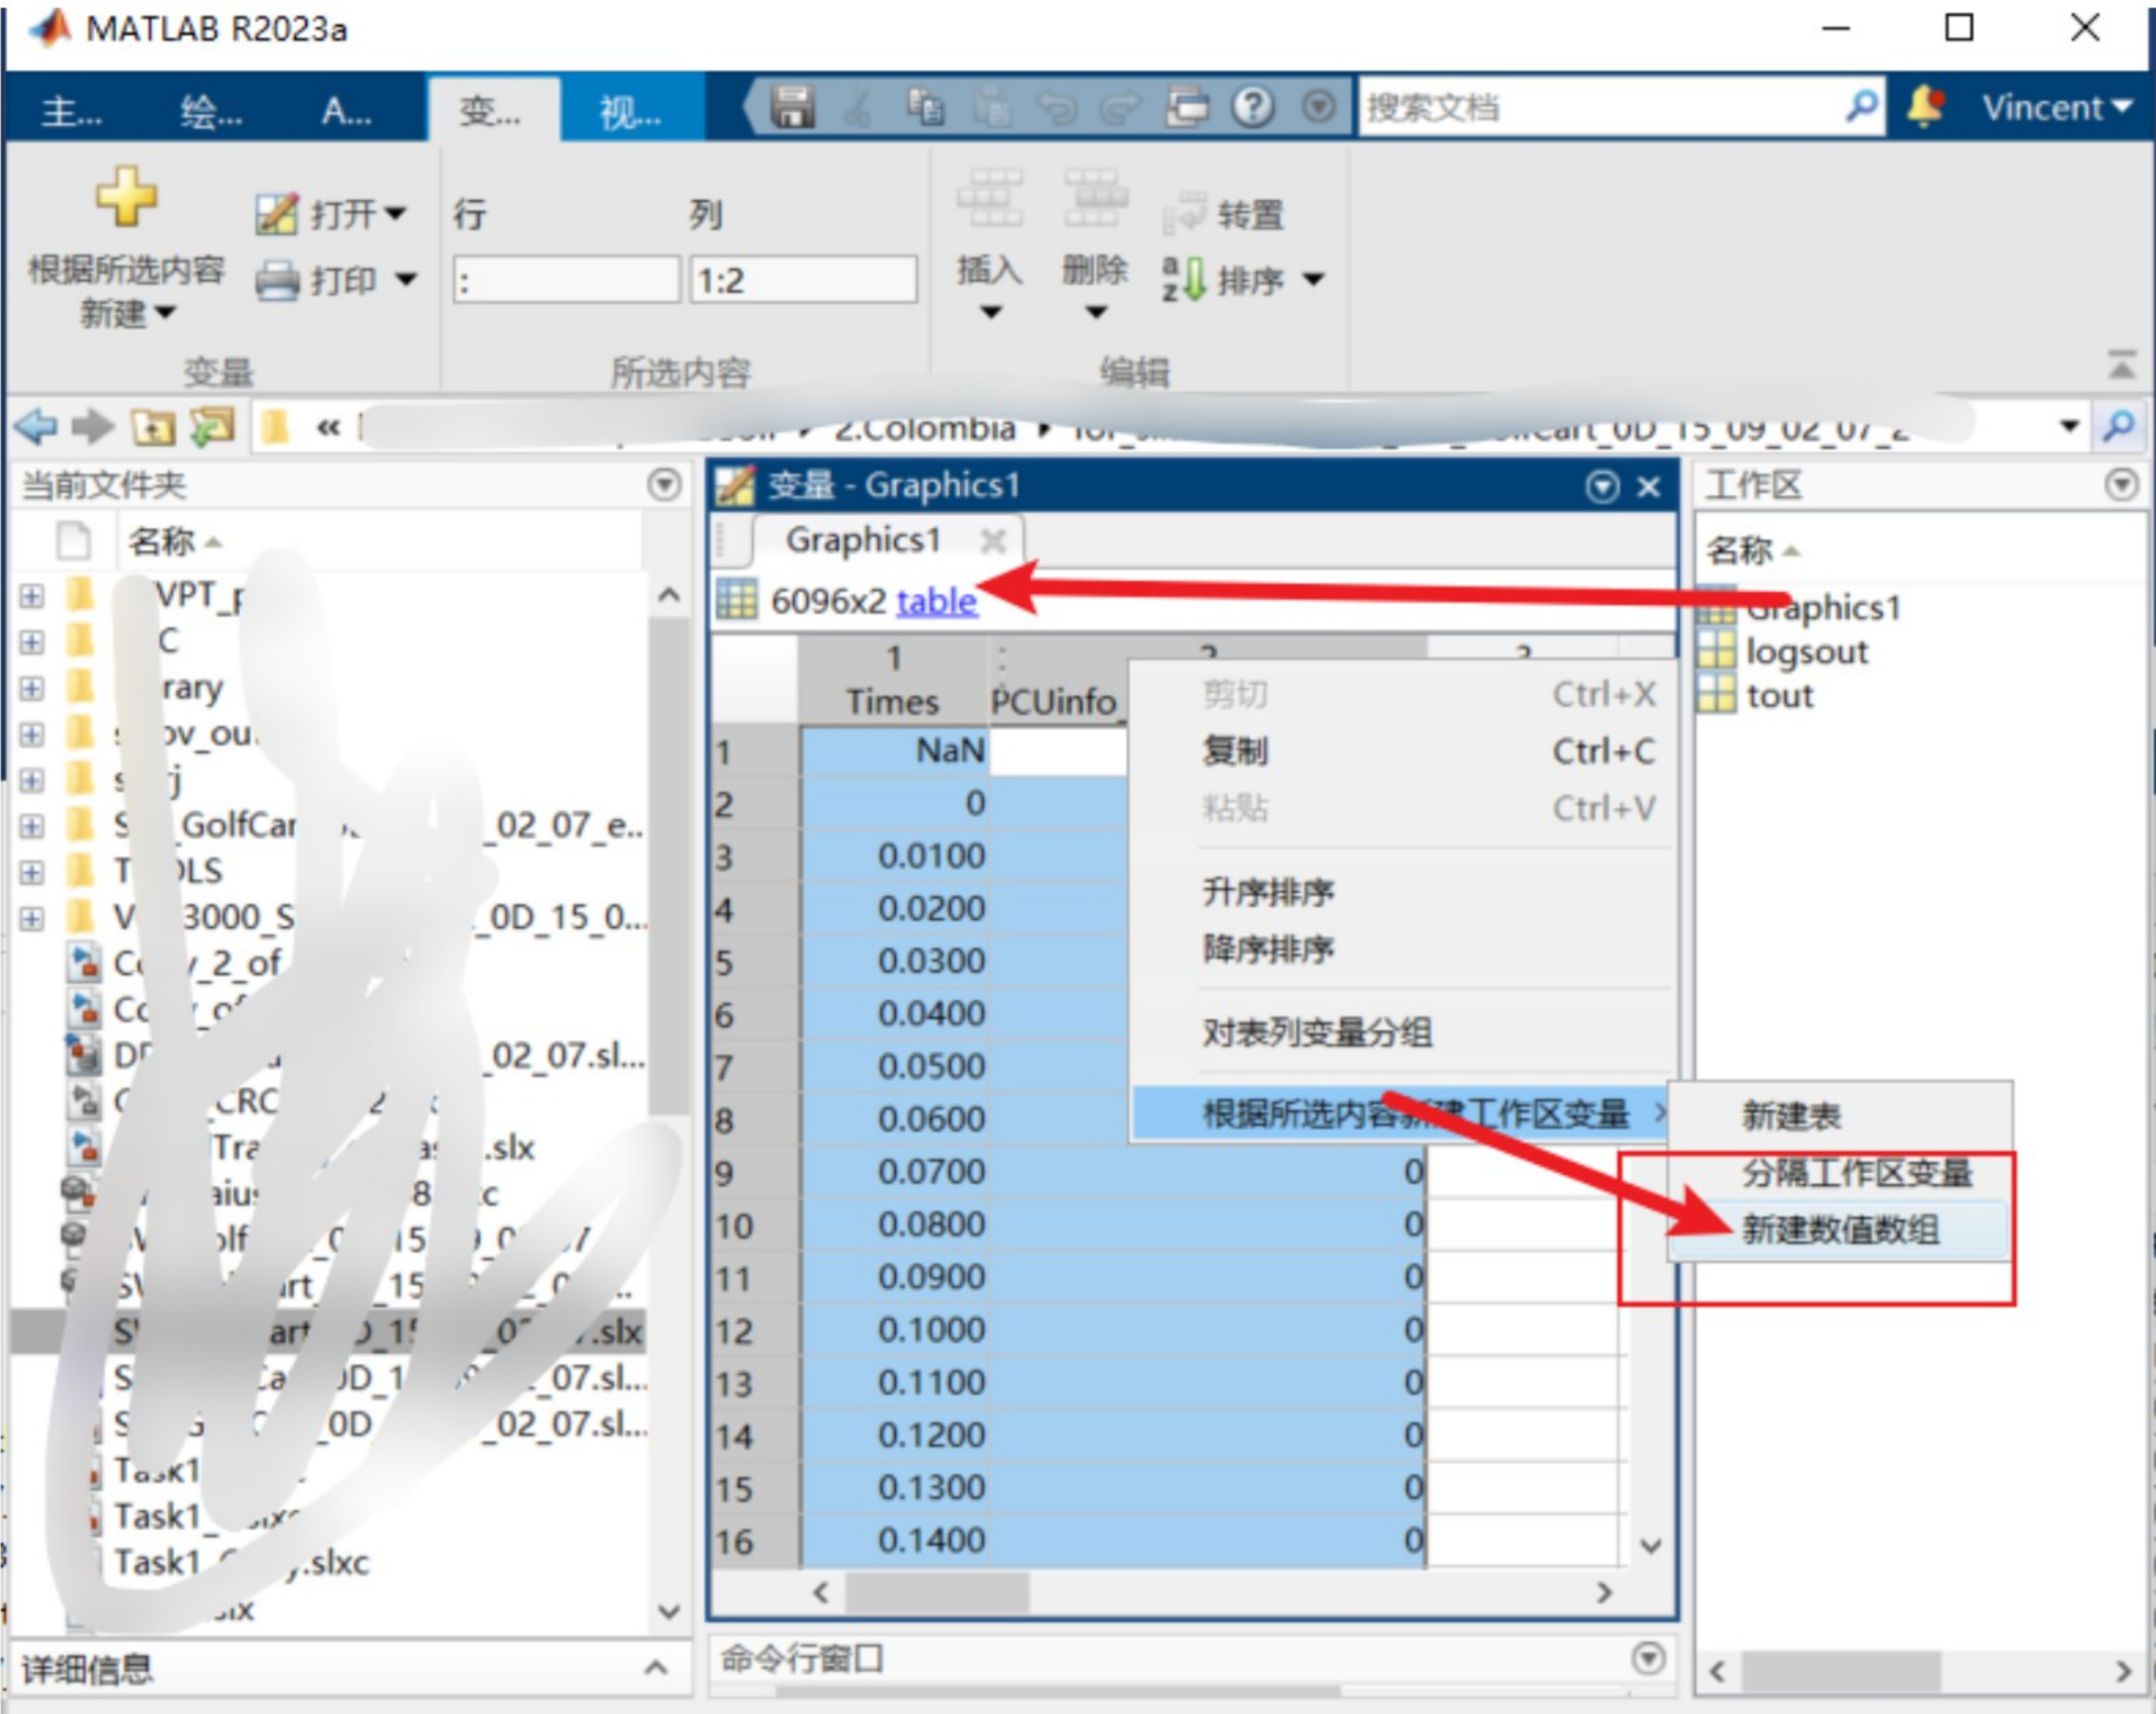
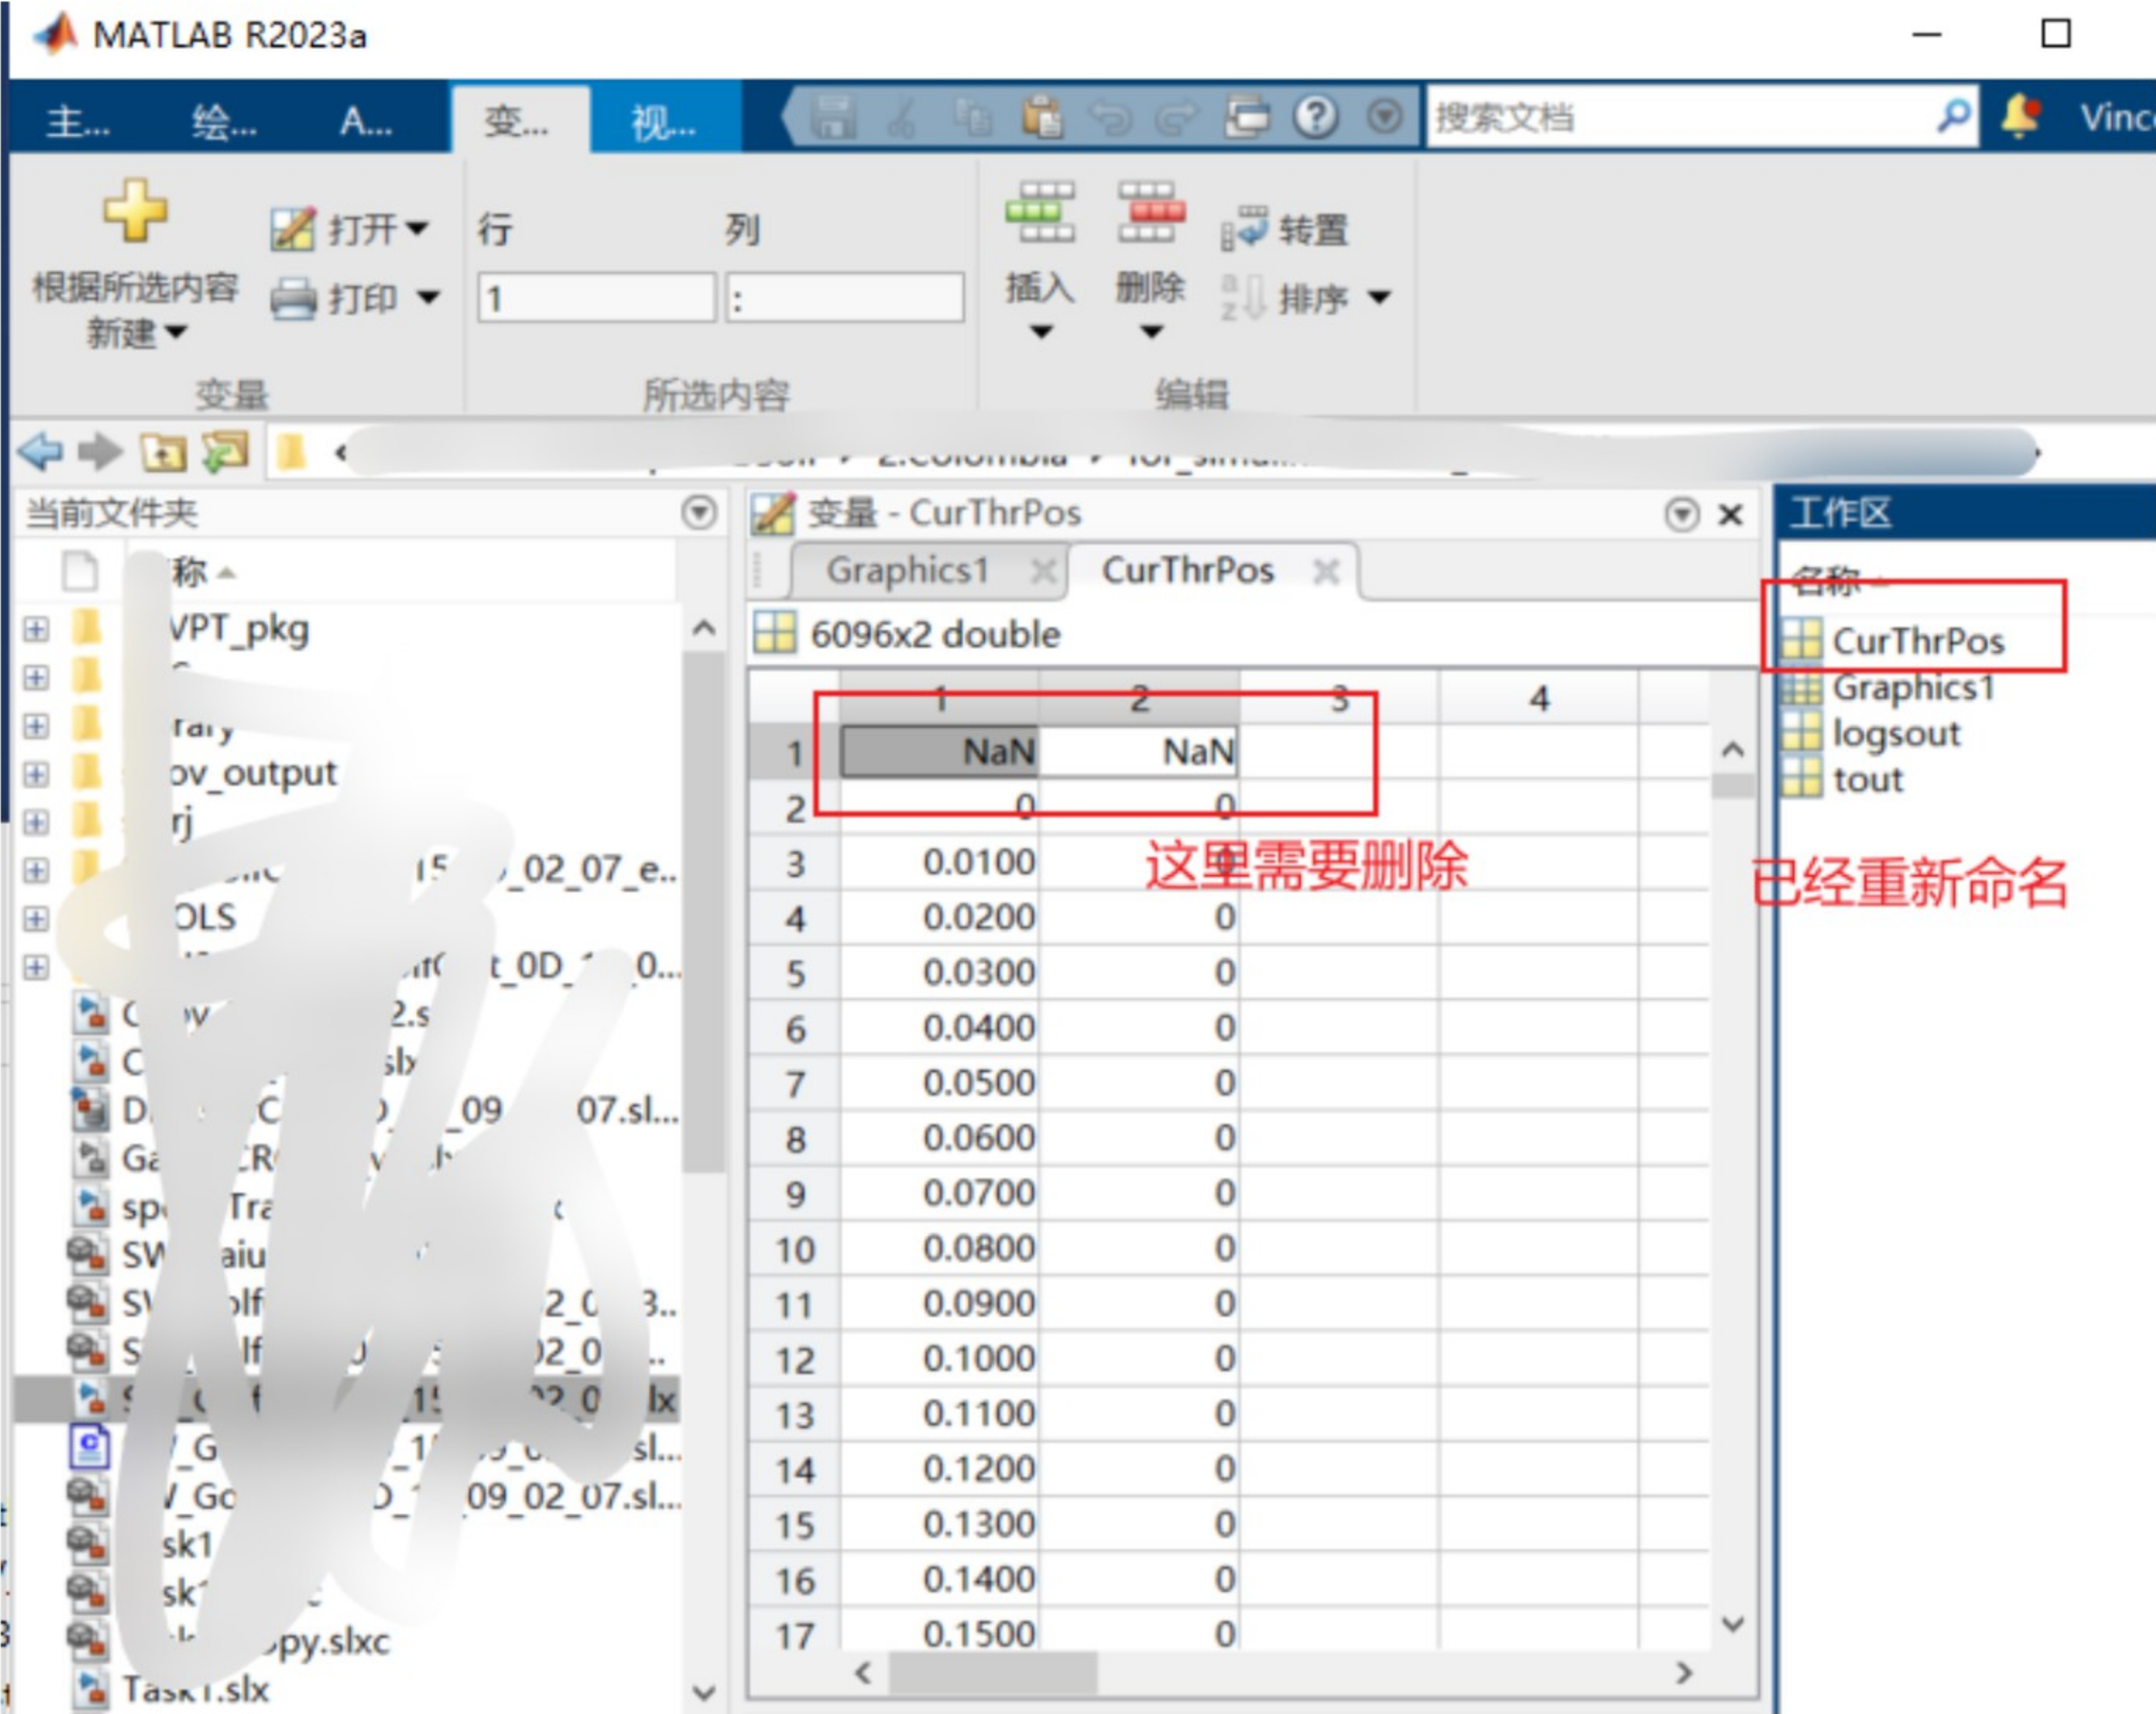

图8
图9
- 2.导入完数据， matlab工作区如图8所示，这时候点击进行如图9的操作，就新建好一个带时间的数组（重新命名为CurThrPos）， 其他三个信号操作相同;